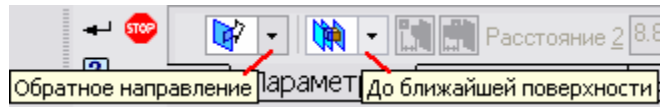

Рисунок 6.31 – Операція вирізання видавлюванням на вкладці параметрів
21. Вийдіть із ескізу і **виріжіть видавлюванням**  у зворотному напрямку від площини ескізу до найближчої поверхні (рис. 6.31).